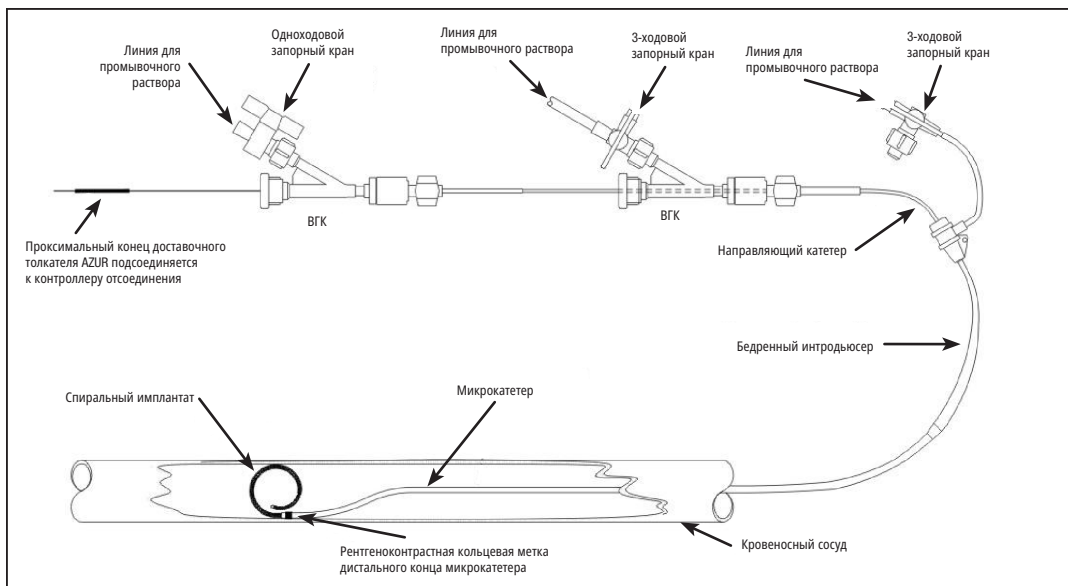

Рис. 1. Схема установки системы AZUR
1. См. схему установки на рис. 1.